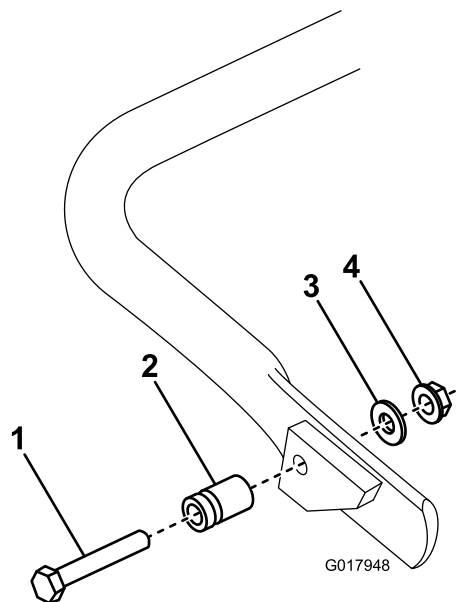

Figura 5
1. **Apenas no GR1600**, ligue a cavilha de mola ao lado direito do apoio (Figura 5) utilizando o parafuso, anilha e porca de cabeça de flange fornecidos.